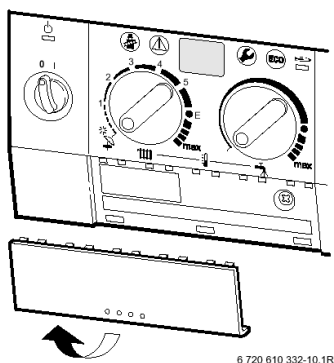

Figura 11
- Pentru protecția împotriva apei provenite prin stropire (IP), cablul trebuie protejat cu o protecție specială.
- ▶ Se deschide panoul de comandă, pagina 16, Figura 11 și 12.